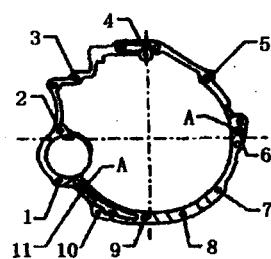

图 2-5 拧紧顺序
(5) 安装原气缸盖或原气缸体时，才能重复使用放出的冷却液。
(6) 连接蓄电池后，输入收音机防盗密码。用电动开关完全关闭前电动门窗，然后沿关闭方向再次操纵所有电动门窗开关（至少 1s）。调整时钟。
(7) 起动发动机前，检查机油油位。
(8) 匹配节气门控制单元，查询故障存储器内的故障码。
(9) 按规定顺序及力矩拧紧螺栓，如图 2-5（A 为定心套）及表 2-2 和表 2-3 所示。